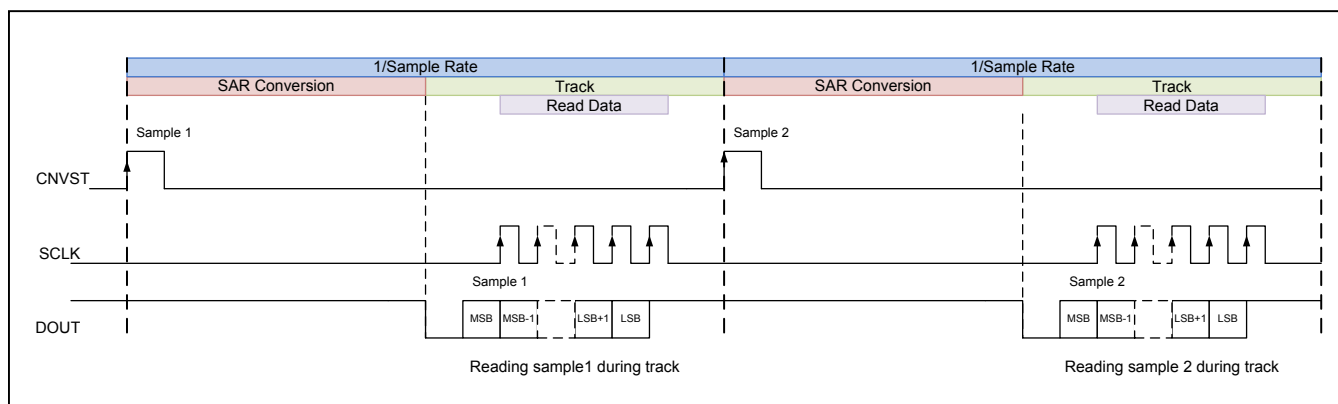
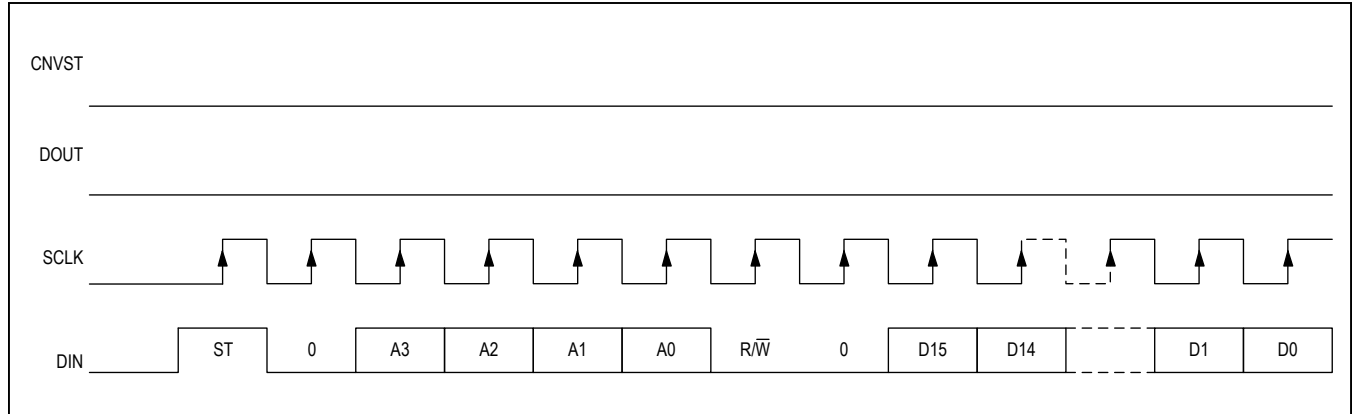

図 5. トラックフェーズでの読出し
図 11. Mode レジスタ書込み
- トラックフェーズでの読出し(図5)
トラックフェーズでの読出しモード時には、ADCがトラックモードの間のみデータが読み出されます。図5は、この読出しモードのSPI信号を示しています。
すべてのSPI操作は、コマンドワードで始まります。コマンドワードの構造を下に示します。スタートビットがない場合(DINがローの場合)、デバイスは変換結果を出力した後、アイドル状態になります(図5、6、7を参照)。16ビットのModeレジスタは、書込み可能な唯一のレジスタです。図11は、Modeレジスタ書込み操作の波形を示しています。
\*図5、6、7に示したように変換結果を読み取ることもできます。